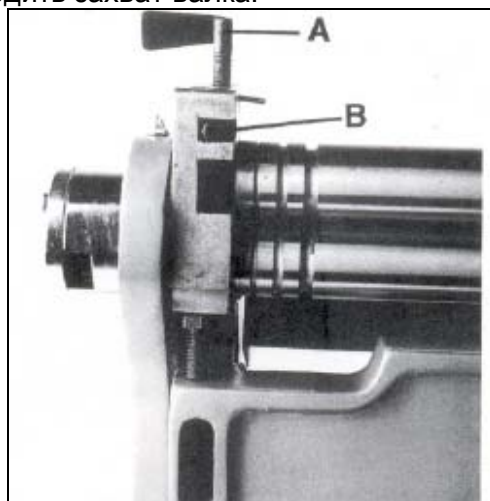

Рис.9
1. Ослабьте барашковые винты (А, Рис. 9) с обеих сторон верхнего валка.
2. Ослабьте винт с шестигранной головкой под ключ (В, Рис. 9) и вращайте его по направ-